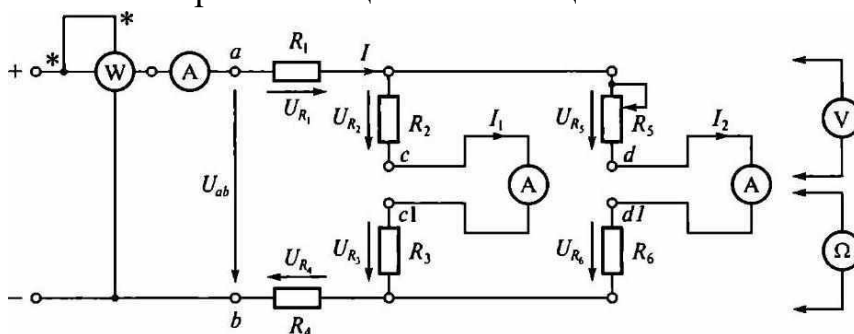

Рис. 3.1. Схема ЭЦ для проверки 1-го правила Кирхгофа
3.2. Записать в протоколе испытаний применительно к ЭЦ, показанной на рис. 3.1, выражения для закона Ома, 1-го и 2-го правил Кирхгофа, баланса мощностей.
3.5. Собрать ЭЦ в соответствии с рис. 3.1, установив вместо перемычек $c-c_1$ и $d-d_1$ миллиамперметры постоянного тока. После проверки схемы преподавателем подать в ЭЦ постоянное напряжение, установив его значение в пределах 10...20 В. Значение U_{ab} занести в табл. 3.1.
5.2. Записать в протоколе испытаний применительно к ЭЦ, показанной на рис. 3.1, выражения ш-ш закона Ома, 1-го и 2-го правил Кирхгофа, баланса мощностей.
5.3. В табл. 3.4 даны значения сопротивлений ЭЦ, приведенной на рис. 3.1. Напряжение питания U_{ab} задается преподавателем.